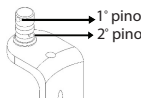

Figura 21
- Se uma conexão fixa for preferida, o segundo pino deve ser alinhado com uma das ranhuras, e a **Lâmina ALIF** empurrada para cima. Quando o segundo pino está engatado no **Suporte de lâmina de conexão rápida**, a **Lâmina ALIF** permanecerá fixa. (Figura 21)